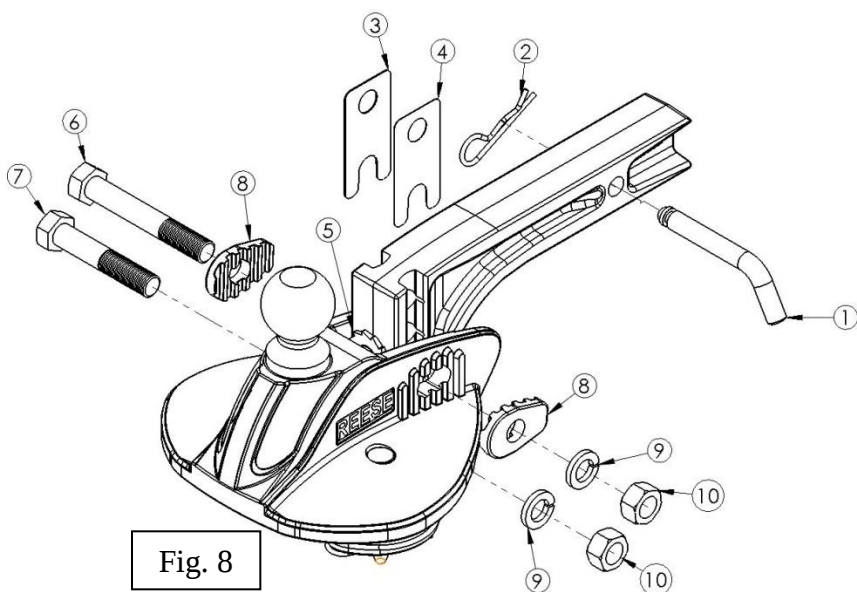

Fig. 8
15. Inserte el perno corto de 3/4" a través del orificio inferior del soporte de la esfera y un orificio en la barra de enganche que se posicionará a la parte superior de la esfera de 1/2" -1" por encima de la parte superior del acoplador (Ver Fig. 8 y 8A).